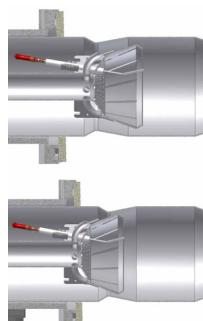

Fig. 14 - Posición "toda hacia adelante"
El quemador se regula en la fábrica con la cabeza de en posición de máxima potencia "MAX". La calibración de máxima potencia corresponde a la posición "toda hacia adelante" (Fig. 14) de la cabeza de combustión para los quemadores de tipo estándar y, en posición "toda hacia atrás" (Fig. 15) para los quemadores de baja emisión de NOx (Fig. 15). La posición "toda hacia adelante" de la
- 9 La **regulación del aire** comburente se efectúa mediante el servomando. La rotación del servomando debe ser siempre igual a 90° (ver el capítulo siguiente) con cualquier calibración de llama alta y baja. La apertura del registro de aire se regula mediante la excéntrica con ojete de Fig. 14. Para regular el caudal de aire aflojar la tuerca **RA** (Fig. 14) y mover la palanca **VRA** a lo largo del ojete como se indica, para aumentar o disminuir el caudal de aire, hasta obtener el caudal requerido, bloquear luego la tuerca **RA** en la posición correspondiente.en **Llama alta** y con el servomando en posición de 90° , localizar el tornillo **V** del sector variable **SV** (véase siguiente figura), correspondiente a los cojinetes que se desplazan sobre la lámina, relativos a la posición del ser-vomando;